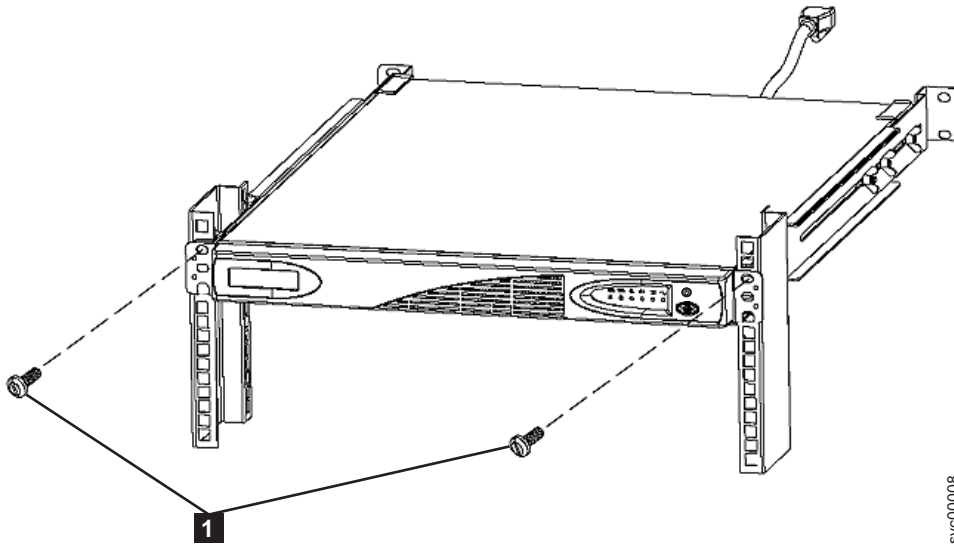

図 316. 2145 UPS-1U 用の取り付けねじ
4. 2145 UPS-1U の前面で、2 本の取り付けねじ (図 316 の **1**) を取り付けます。